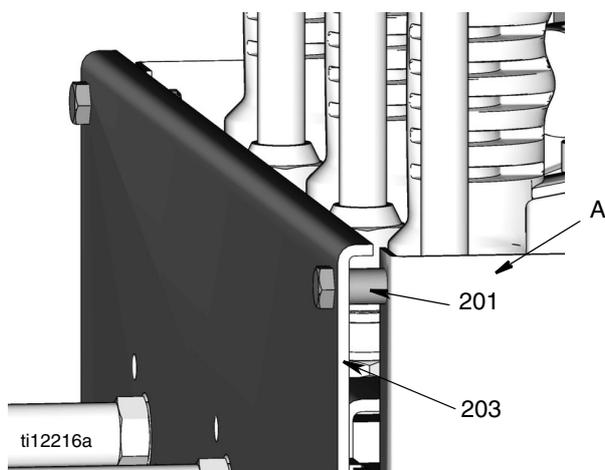

FIG. 1
1. Per adattare una barra olio esistente ai dosatori Matrix, installare i distanziali (201) tra la barra olio (A) e il pannello frontale (203) (FIG. 1).